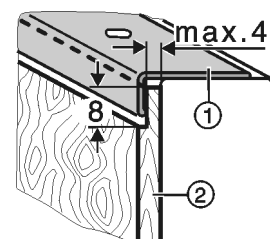

Fig. 41
- Pllakat dekorative Fig. 41 (2) të trasha gërryejini maksimumi deri në 4 mm si në figurë.